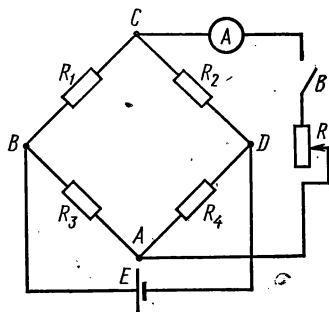

Рис. 2.24
На рис. 2.24 изображена мостовая схема, в одну диагональ которой включен источник э. д. с., а в другую — резистор R .
9. Запишите формулу для расчета силы тока I по методу эквивалентного генератора (см. рис. 2.24).
4. Собрать цепь (см. рис. 2.24) и показать ее преподавателю для проверки. Измерить э. д. с. эквивалентного генератора и записать ее в табл. 2.25.